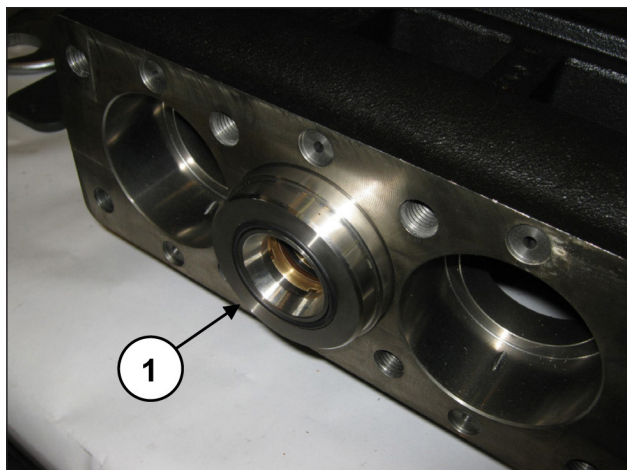

图 171
转动轴，令活塞导承前进，从而使缓冲垫前进时可以弹出密封圈底座和整个活塞组件(位置①，图 171)。